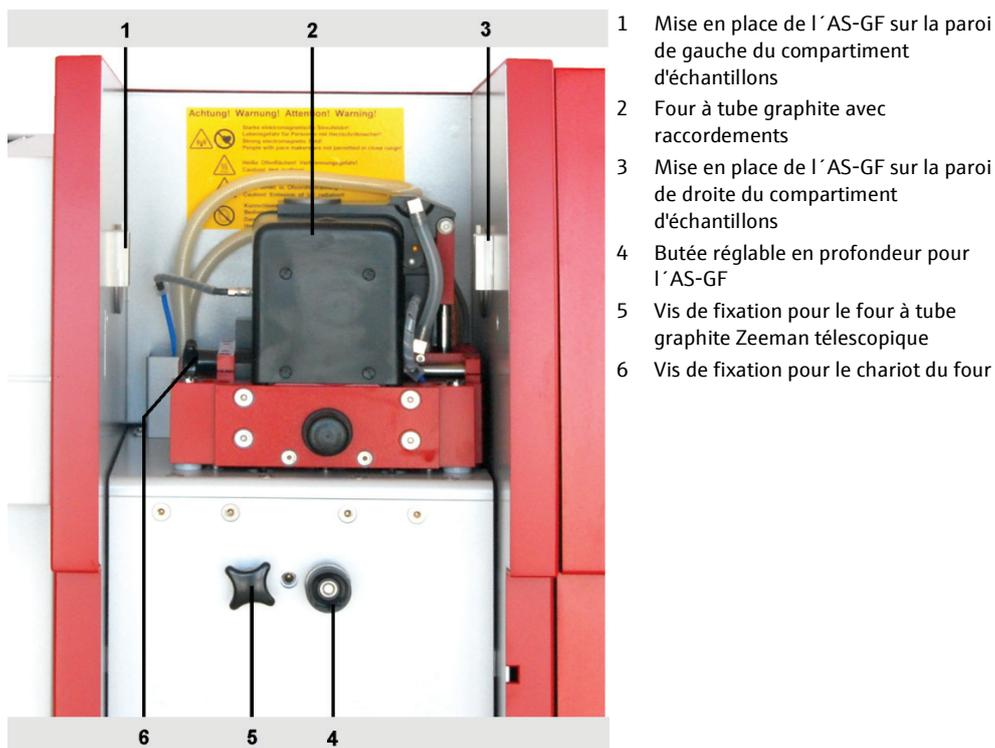
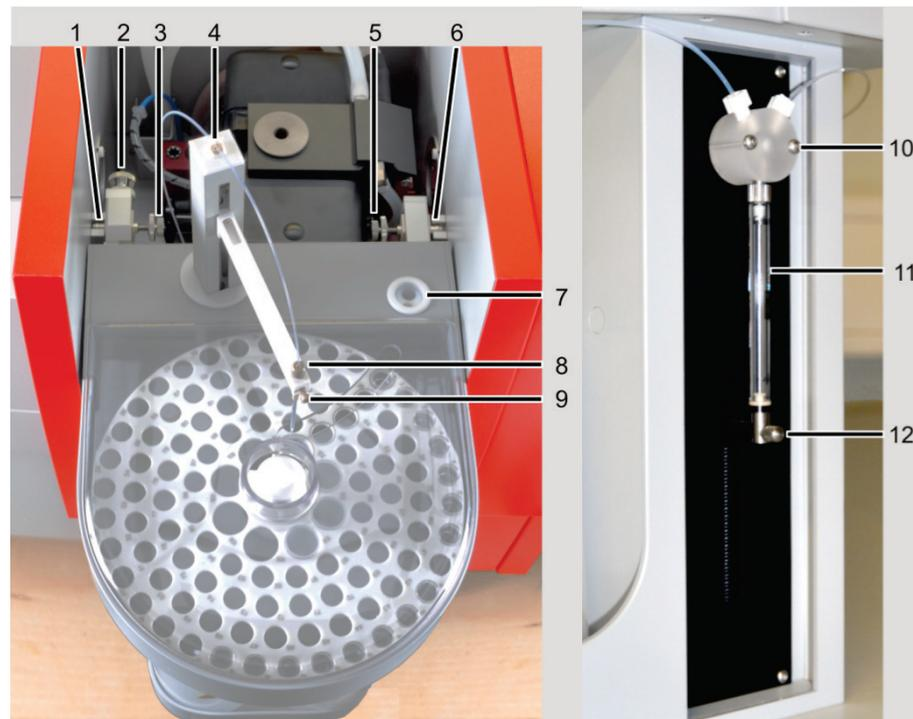

Fig. 32 Eléments du compartiment d'échantillons
Fig. 36 Installation de l'AS-GF
1. Installer le guide de tuyau (8, Fig. 36) sur le bras de prélèvement de l'AS-GF et le fixer avec la vis d'arrêt.
2. Visser manuellement le tuyau de dosage dans l'orifice droit de la vanne en T (10, Fig. 36) sur le doseur. Enfiler le tuyau de dosage par le support de tuyau à l'arrière du passeur d'échantillon et sur le bras de prélèvement. Introduire le tuyau de dosage dans le guide (8, Fig. 36) jusqu'à ce que l'extrémité du tuyau dépasse du guide d'environ 8 mm vers le bas, puis fixer le tuyau avec l'écrou de serrage.
4. Accrocher l'AS-GF dans les logements du compartiment à échantillons (1 et 6, Fig. 36). Contrôler à l'aide d'un niveau à bulle l'horizontalité du passeur d'échantillon, et le cas échéant, l'aligner avec la butée réglable en profondeur dans le compartiment à échantillons (4, Fig. 32 p. 57).